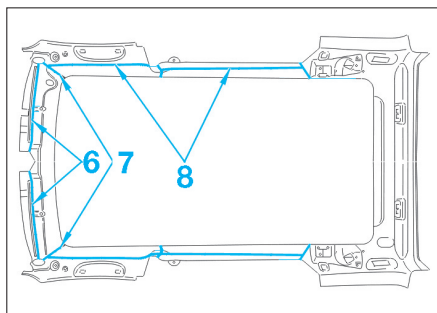

FIG. 110
- Découper en (6) pour accéder au cordon de colle à l'aide de l'outil [1] équipé de la lame [2] (Fig.110).
- Insérer une plaque de protection en (7) entre le pavillon multifonction et la tôle de pavillon.
- Couper le pavillon multifonction en (7).
- Découper la peau intérieure en (8), de chaque côté.